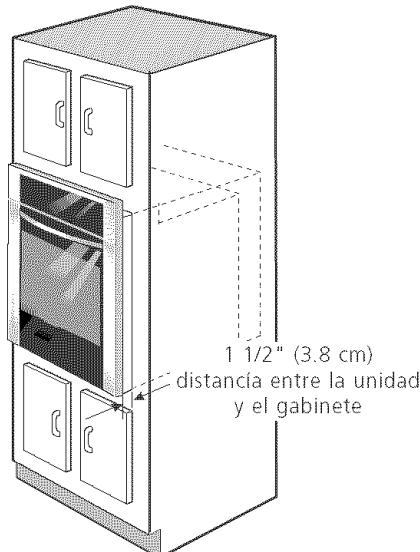

Figura 5
3. Introduzca la unidad dentro de la apertura del gabinete. Deslícela dejando $1\frac{1}{2}$ " (3.8 cm.) entre el horno y el frente del gabinete (vea figura 5). Empuje la unidad y tire el cable blindado a través del hoyo en el piso, y hacia la caja de empalmes.